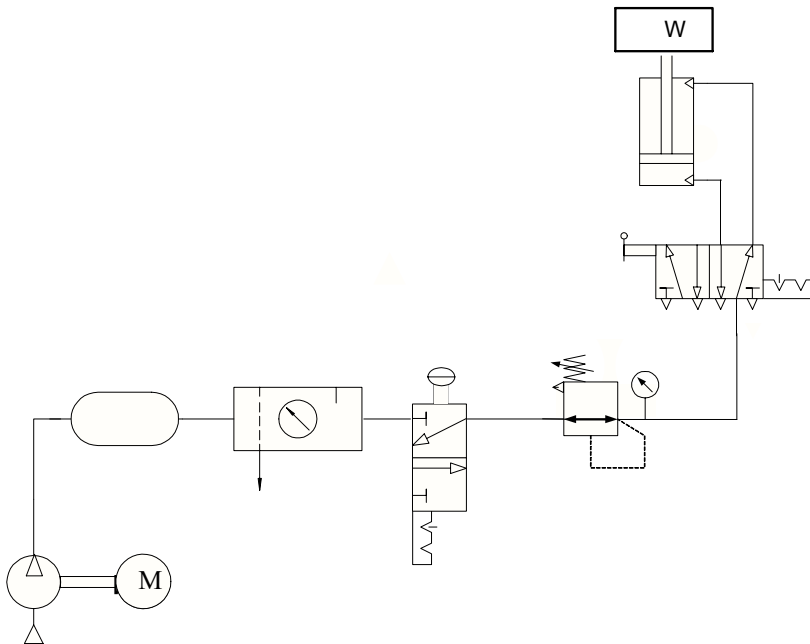

Figura 3.4 Actuador neumático con carga.
1. Construir el circuito de la figura 3.4.